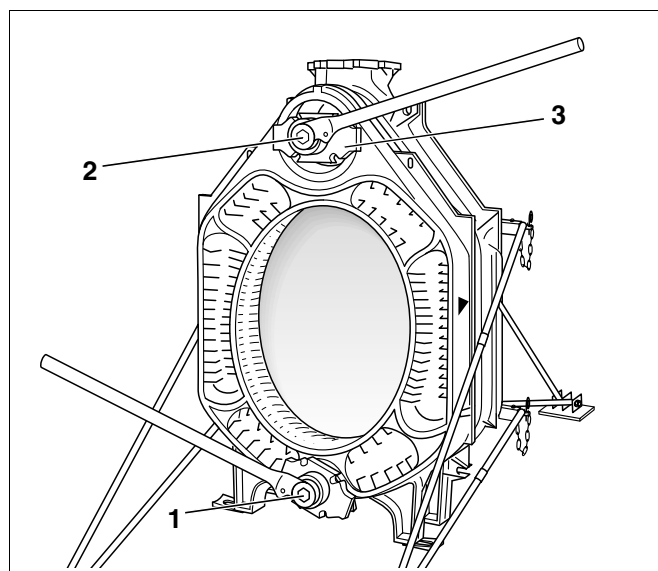

Fig. 16 Utilisation des outillages de serrage
Utiliser les outillages de pressage des tailles 2.2 ou 2.3 (fig. 1 ou fig. 2 et fig. 16, pos. 1 et 2).
- Engager les brides de serrage (fig. 16, **pos. 3**) avec l'écrou sur les barres de traction (fig. 1 ou fig. 2, **pos. 4**).